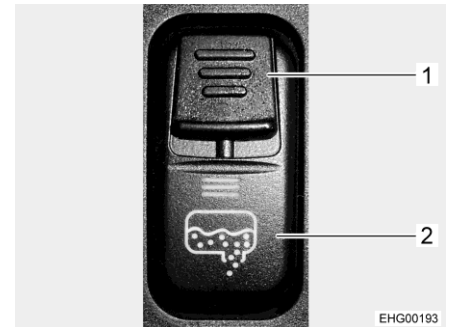

Bild 162 Vippkontakt (avtappningskran)
Avtappningskranen för avloppstanken öppnas och stängs med en vippkontakt på brytarkonsolen i förarhytten. För att förhindra att avtappningskranen öppnas av misstag är vippkontakten utrustad med ett säkerhetsspjäll (Bild 162,1). Avloppsröret med anslutning för en avloppsslang sitter under fordonet.
- Säkerhetsspjäll (Bild 162,1) på vippkontakten (Bild 162,2) nedåt och tryck samtidigt nedtill på vippkontakten. Avloppsventilen öppnas då och avloppstanken töms. Lysdioden lyser så länge avloppsventilen är öppen.
- Stäng avtappningskranen när avloppsvattnet har tömts ut helt. Gör det genom att trycka reglaget (Bild 162,1) uppåt.